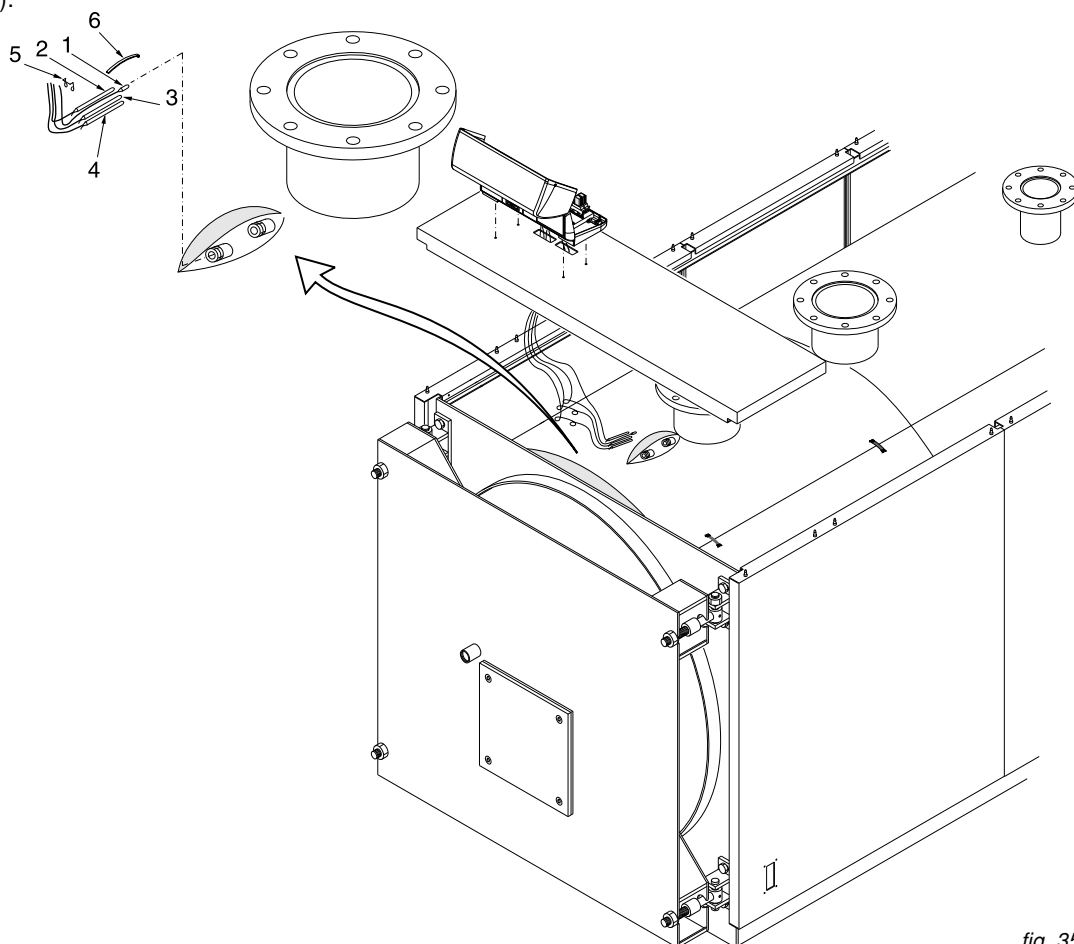

fig. 35
- E) Inserire nelle guaine i bulbi degli strumenti come indicato in fig. 35 ed eseguire il collegamento elettrico del pannello comandi alla linea di alimentazione, al bruciatore ed alle eventuali pompe, etc.
E) Inserire nelle guaine i bulbi degli strumenti come indicato in fig. 35 ed eseguire il collegamento elettrico del pannello comandi alla linea di alimentazione, al bruciatore ed alle eventuali pompe, etc.
Inserire nella sequenza seguente le sonde degli strumenti nel/i pozzetto/i sul lato superiore della caldaia (Rif. fig. 35): del termometro (pos.1), del termostato di esercizio (pos. 2), del termostato di sicurezza (pos. 3), del termostato di minima (pos. 4). Si raccomanda di inserire le sonde fino in fondo ai relativi pozzetti per migliorarne il contatto. Inserire quindi la molla ad arco (pos. 6) e bloccare i capillari con la/e molletta/e (pos. 5).